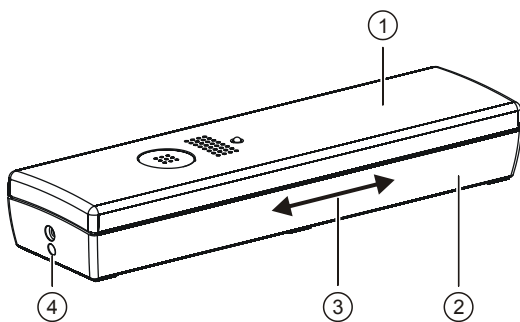

Fig. 1
- Housing bottom (see Fig. 1, [2])
- Housing cover (see Fig. 1, [1])
1. Open the housing. The housing cover can be unlocked with a pin through the hole on the housing bottom (see Fig. 1, [4]).
The housing must be positioned according to the project planning instructions (please consider good radio propagation and accessibility). Consider a sufficient distance to actuate the reed contact with a magnet (see Fig. 1, [3]) and to open the housing for battery exchange (at min. 10 cm).
5. Make sure the housing cover engages (see Fig. 1, [1]).
- Gehäuseboden (siehe Fig. 1, [2])
- Gehäusedeckel (siehe Fig. 1, [1])
1. Öffnen Sie das Gehäuse. Der Gehäusedeckel kann mit einem Stift durch das Loch im Gehäuseboden (siehe Fig. 1, [4]) entriegelt werden.
Das Gehäuse muss gemäß den Projektierungsangaben positioniert werden (auf gute Funkausbreitung und einfache Zugänglichkeit achten). Achten Sie auf genügend Abstand für die Betätigung des Reed-Kontakts mit einem Magneten (siehe Fig. 1, [3]) und für das Öffnen des Gehäuses für den Batteriewechsel (mind. 10 cm).
5. Rasten Sie den Gehäusedeckel (siehe Fig. 1, [1]) ein.
- fond du boîtier (voir fig. 1, [2])
- couvercle du boîtier (voir fig. 1, [1])
1. Ouvrez le boîtier. Le couvercle du boîtier peut être déverrouillé au moyen d'une pointe via le trou situé dans le fond du boîtier (voir fig. 1, [4]).
Le boîtier doit être positionné conformément aux indications de planification (veillez à une bonne propagation des ondes et à une bonne accessibilité). Veillez à ce que la distance soit suffisante pour l'actionnement du contact à lames souples avec un aimant (voir fig. 1, [3]) et pour l'ouverture du boîtier pour le remplacement des piles (au moins 10 cm).